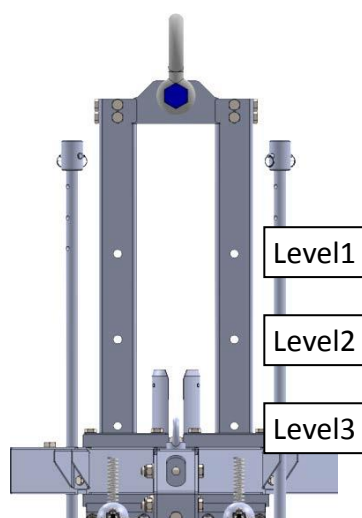

Figure 3: Locking levels
- ◆ safety bolts 除了在下放或抬升的時候可以卸除，其餘時刻必須固定在插槽內(equal level，level 1, 2 or3)(Figure 3)